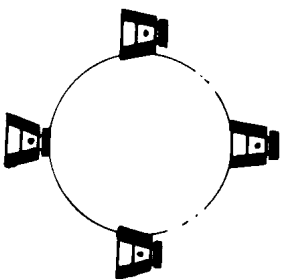

图 1-1
1. 如图1-1所示: 一墨水瓶绕圆周运动, 墨水瓶是做转动。